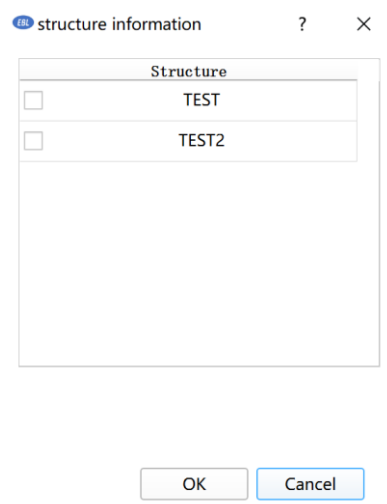

图 3.2.5 选择结构界面
(12)点击上方“Structure”可选择任一结构的边缘位置误差（如图 3.2.5），默认显示第一个结构。不可选择多个结构进行显示。